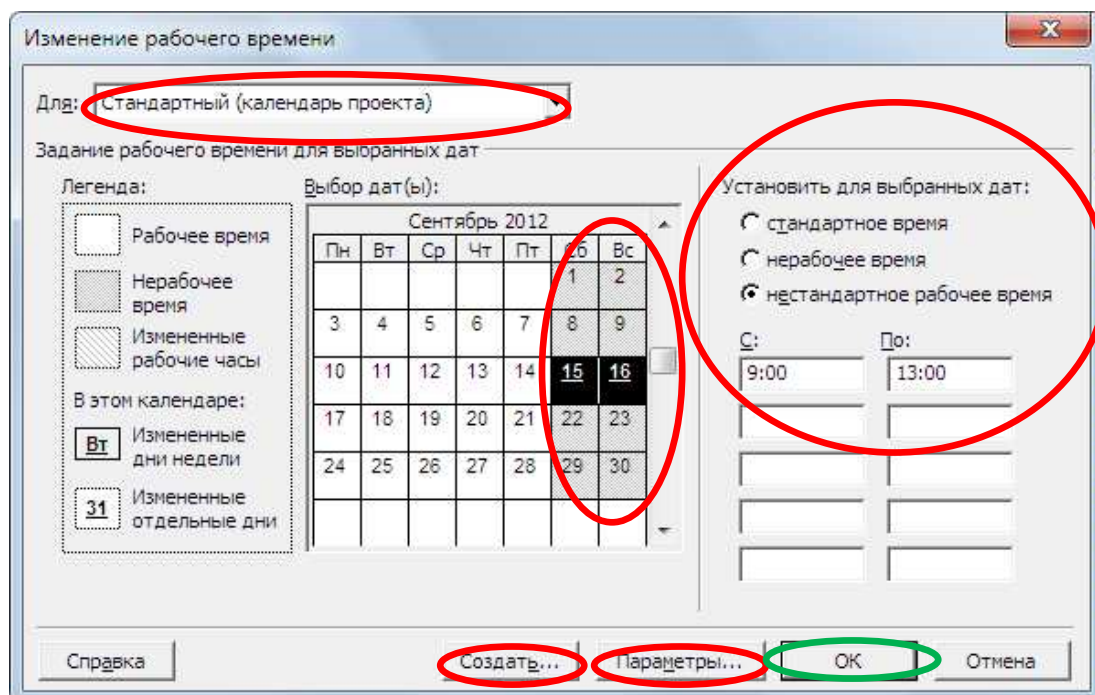

Рис. 7 – Вид диалогового окна **Изменение рабочего времени**
6. Для работы с календарем используют меню **Tools (Сервис)** выбирают опцию **Change Working Time (Изменить рабочее время)**. Открывается диалоговое окно следующего вида (рис. 7).